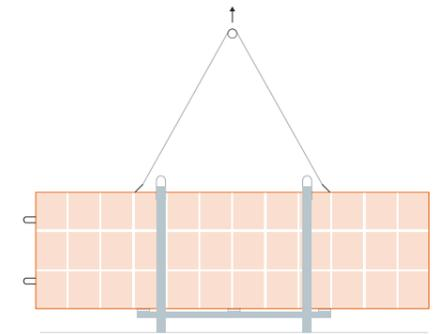

Abb. 7: Montagelaschen zum Heben aus der Palette verwenden.
- Elemente immer an allen dafür vorgesehenen, werkseitig eingebauten Anschlagpunkten anhängen (Abb. 7, Abb. 16).
- Stehend in der Box angelieferte Ziegelblenden die über die lange Seite horizontal eingebaut werden, werden gemäß Abb. 7 angehängt und an die Montagestelle gehoben und befestigt.
- Stehend in der Box angelieferte Ziegelblenden mit 1. Gehänge anhängen und aus der Stahlbox herausheben (Abb. 7).